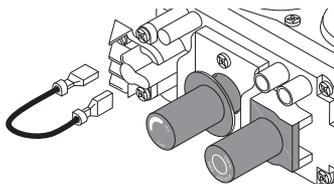

Figura 20 - Desconexión el cable de puente de la válvula de control
1. Desconecte el cable de puente de la válvula de control (consulte la figura 20).
1. Retire el cable de puente de la válvula de control (consulte la figura 20, en la página 17).